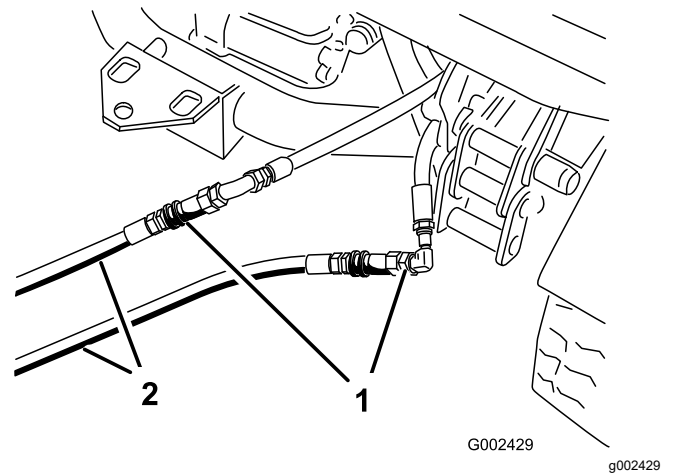

Figure 74
3. Sur la machine en panne, raccordez les 2 flexibles de dépannage aux flexibles débranchés (Figure 74).